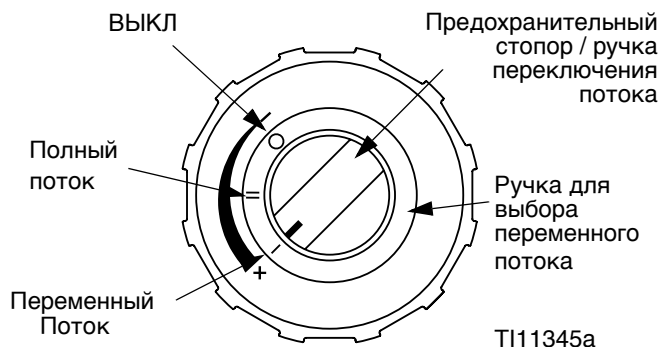

Рис. 27
2. Поверните рукоятку выбора потока в положение изменяемого потока. Смотрите Рис. 27.
3. **ВЫКЛЮЧИТЕ** воздушный клапан (W).
Для распыления с меньшим потоком нажмите и поверните рукоятку выбора потока в нужное положение. Смотрите Рис. 27.
Для распыления с полным потоком нажмите и поверните рукоятку выбора потока в положение полного потока. Смотрите Рис. 27.
5. Откройте воздушный клапан и клапаны жидкости. Убедитесь, что ручка выбора потока установлена в положение переменного потока. Смотрите Рис. 27.
Ручка регулировки уровня потока не работает, если кнопка выбора находится в положении аварийной блокировки. Смотрите Рис. 27.